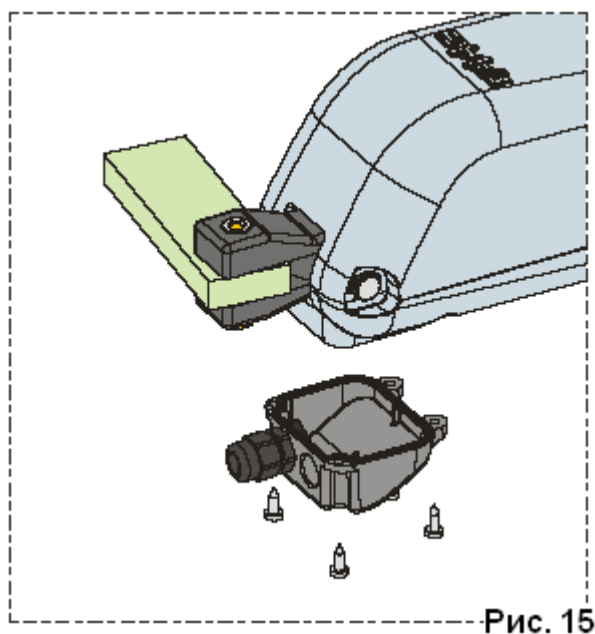

Рис. 15
4) Закрепить крышку с помощью винтов находящихся в комплекте привода, рис.15.